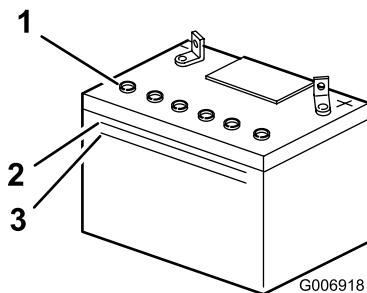

Figure 28
- Observez le côté de la batterie. Le niveau de l'électrolyte doit atteindre le trait supérieur (Figure 28).
**Remarque:** Le niveau d'électrolyte ne doit pas descendre au-dessous du trait inférieur (Figure 28).
- Enlevez les bouchons d'aération de la batterie (Figure 28)
- Attendez 5 à 10 minutes après avoir rempli les éléments. Au besoin, ajoutez de l'eau distillée pour amener le niveau jusqu'au repère supérieur sur le côté de la batterie (Figure 28).